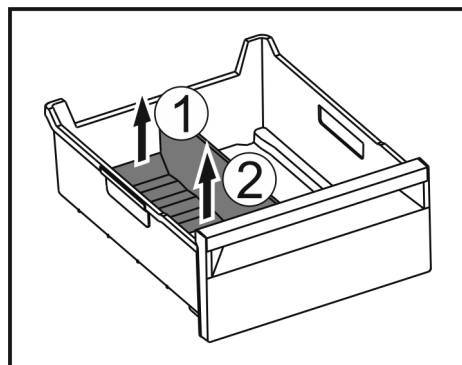

Fig. 168
- Sollevare la parte posteriore del divisore dello scomparto del ghiaccio. Fig. 168 (1)
- Rimuovere il divisore dello scomparto del ghiaccio verso l'alto. Fig. 168 (2)